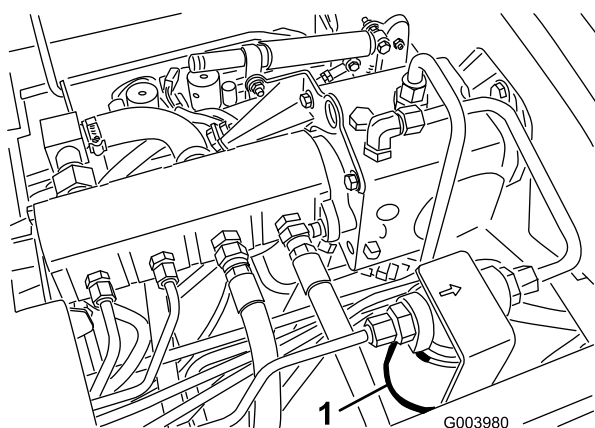
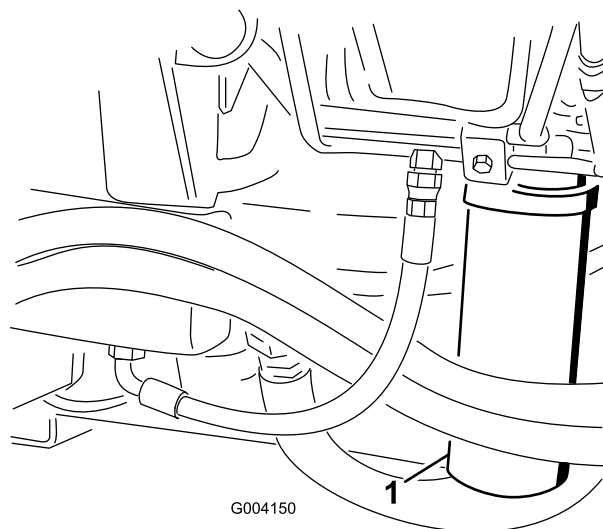

図 77
図 78
2. フィルタ取り付け部付近をきれいに拭い、下に容器を置く（図 77と図 78）。